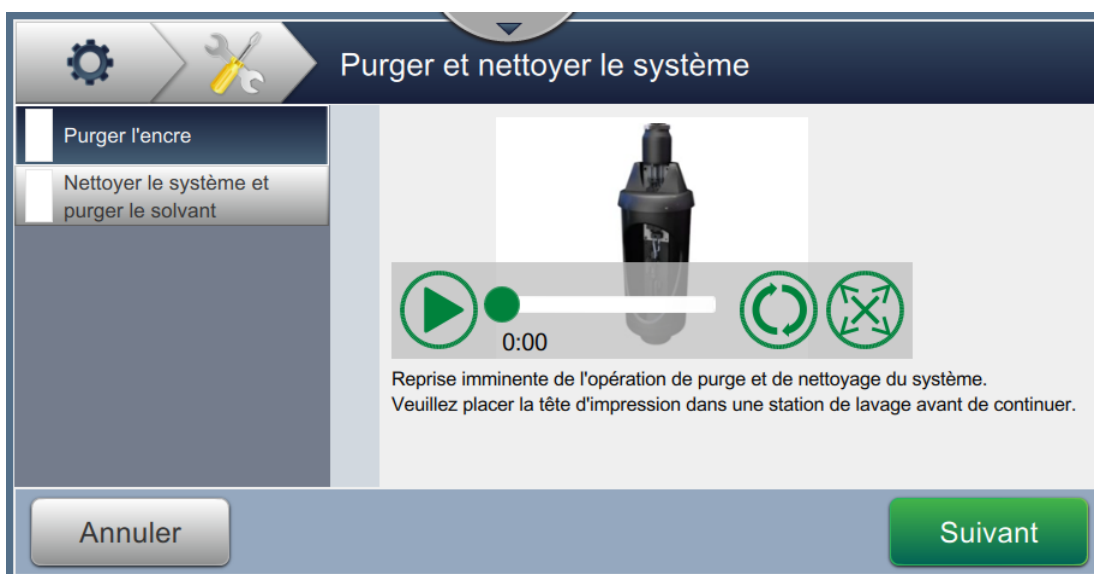

Figure 7-3 : Écran *Purger et nettoyer le système*
2. Suivez les instructions/la vidéo et appuyez sur le bouton *Suivant* comme indiqué dans la Figure 7-3 pour avancer.